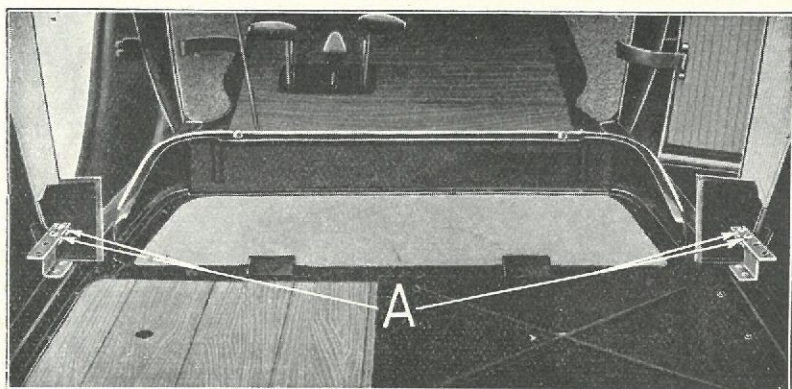
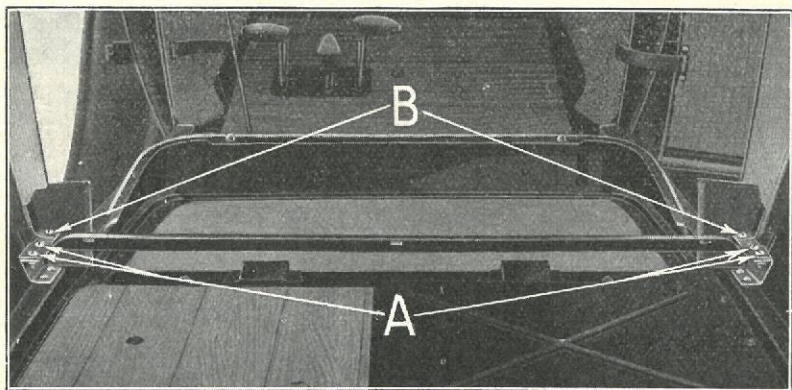

Fig. 570
Fig. 571
- 1265** Sædet kan nu skydes 5 cm tilbage ved at skru Møtrikkerne af de fire Skrue gennem Sædestangen og Sædestøtterne (Fig. 570-A) og udtage Skrueerne. Skyd Sædet ca. 5 cm tilbage saa det bageste Hul i Sædestangen dækker det bageste Hul i Støtten. De fire Bolte sættes derpaa i (Fig. 571-A). Fjeder-skiver paasættes og Møtrikkerne spændes fast til.